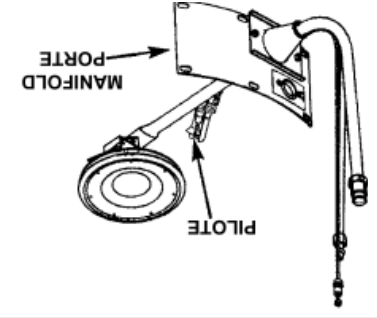

FIGURE 32.
Étape 12. Le pilote est situé en avant du brûleur, voir Figure 32 page 19.